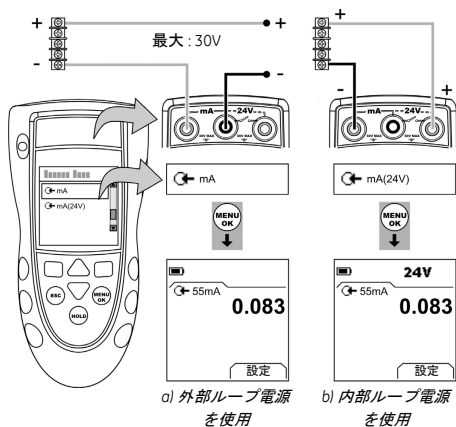

図5：構成例 - mA 測定
1. 本計器を接続し(図 5)、必要に応じて **セットアップ** (表 1) を行います。